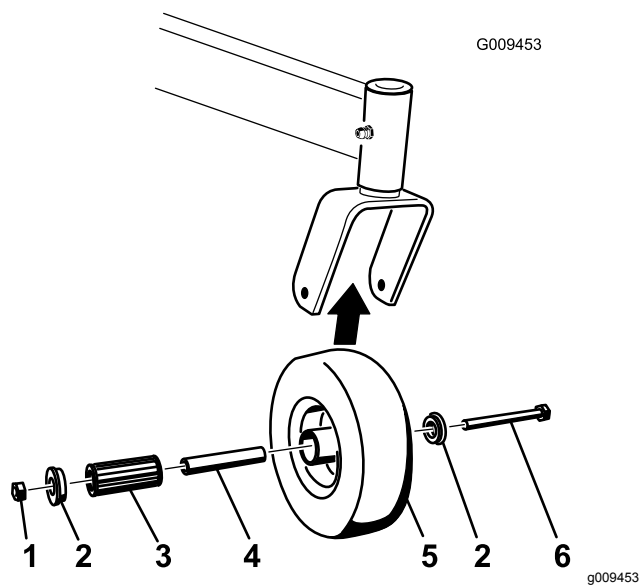

Figure 48
1. Enlevez le contre-écrou et le boulon qui fixe la roue pivotante à la fourche (Figure 48).
2. Enlevez 1 bague, puis sortez la douille pour clé et le roulement à rouleaux du moyeu de roue (Figure 48).
3. Enlevez l'autre bague du moyeu, puis nettoyez la graisse et les saletés éventuellement présentes dans le moyeu (Figure 48).
Remarque: Remplacez les pièces endommagées ou usées (Figure 48).
5. Placez une bague dans le moyeu (Figure 48).
6. Lubrifiez le roulement à rouleaux et la douille pour clé, et insérez-les dans le moyeu (Figure 48).
7. Mettez la deuxième bague dans le moyeu (Figure 48).
8. Montez la roue pivotante dans la fourche à l'aide du boulon et du contre-écrou (Figure 48).
9. Serrez le contre-écrou jusqu'à ce que la base de la douille pour clé soit en appui contre l'intérieur de la fourche (Figure 48).